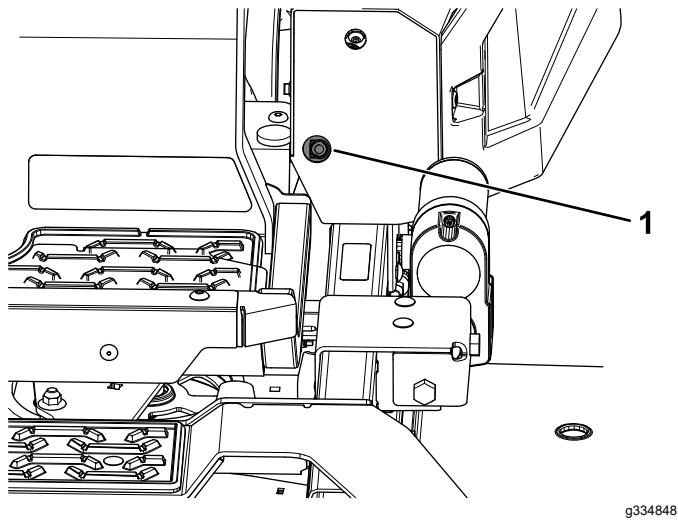
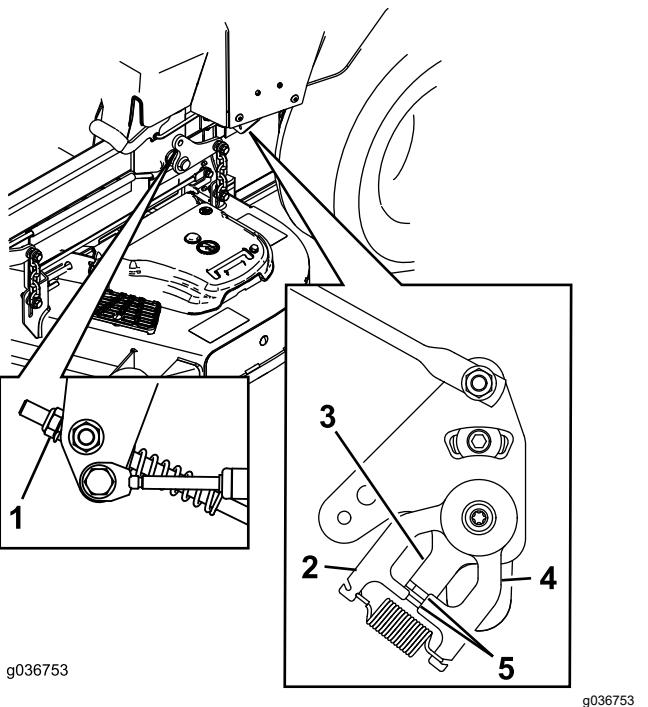

Figura 73
Figura 74
- Ajuste la longitud de las varillas de control de las bombas girando la tuerca en el sentido apropiado, hasta que las ruedas se muevan ligeramente en marcha atrás (Figura 73 y Figura 74).